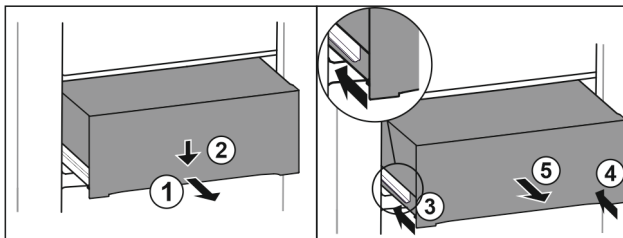

Fig. 167
- Schubfach halb herausziehen. Fig. 167 (1)
- Schubfach an der Vorderseite nach unten drücken. Fig. 167 (2)
- Linke Schiene etwa 2 cm einschieben. Fig. 167 (3)
- Rechte Schiene etwa 2 cm einschieben. Fig. 167 (4)
- Schubfach nach vorne entnehmen. Fig. 167 (5)